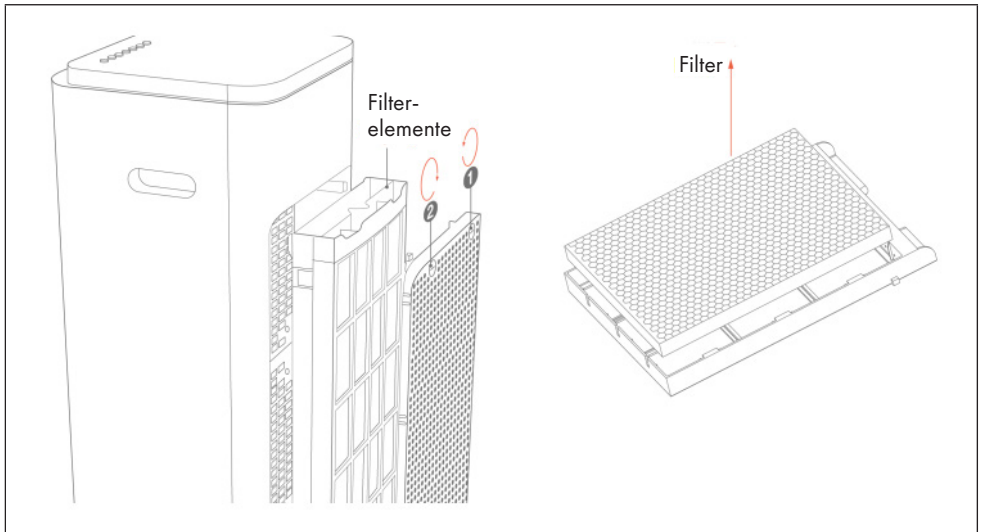

Abbildung 3
2. Halten Sie den Griff des Filters fest und ziehen Sie diesen nach oben (siehe Abbildung 3).